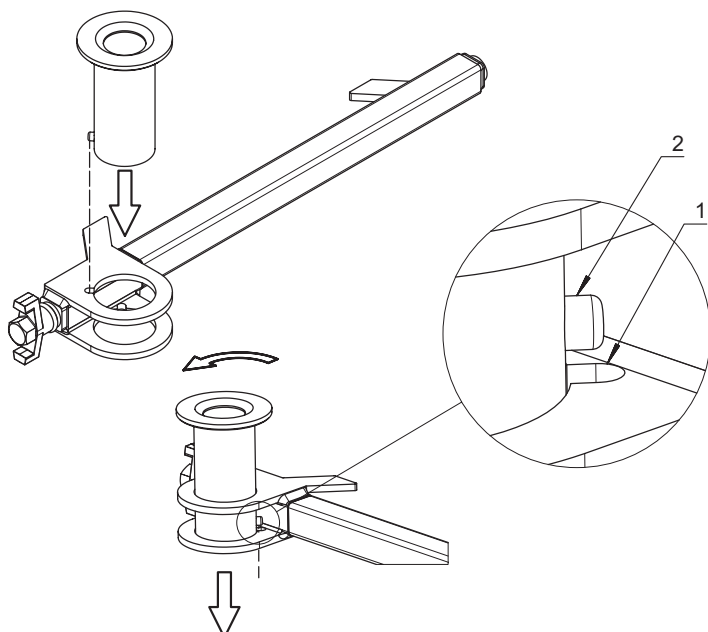

Figure 21. *Installation de la bague métallique*
5. Installez la bague dans le collier inférieur de la colonne métallique. La goupille située sur le côté de la bague doit passer dans les rainures de chaque ergot du collier. Les rainures des ergots ne sont pas alignées. La bague doit donc être tournée pour passer dans les deux ergots. Voir Figure 21 pour une vue détaillée.